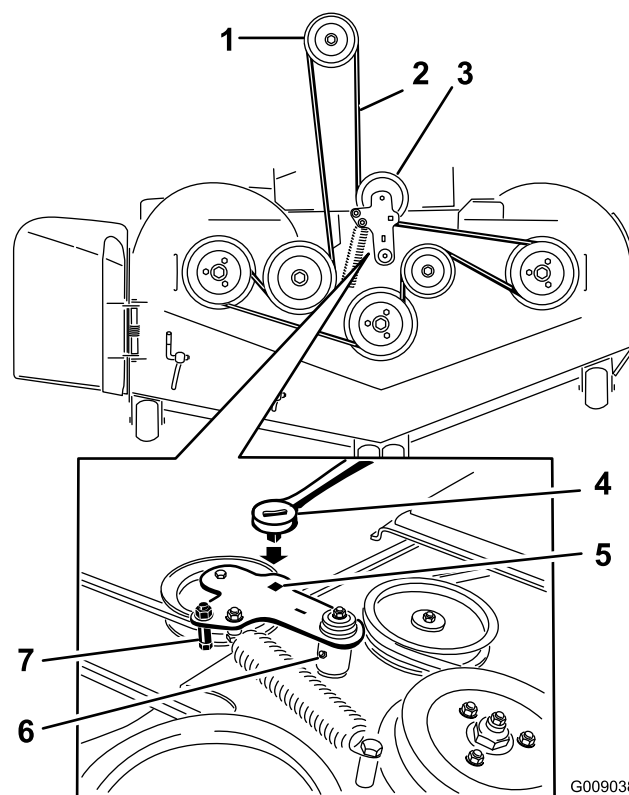

Figure 74
10. Montez le guide de courroie sur le bras de la poulie de tension, comme montré à la Figure 74.
11. Insérez le rochet dans le trou carré et montez le ressort de la poulie de tension (Figure 74).
5. Insérez un rochet dans le trou carré du bras de la poulie de tension pour détendre le ressort de la poulie de tension (Figure 74).
7. Enlevez le guide de courroie situé sur le bras de la poulie de tension rappelée par ressort, comme montré à la Figure 74.
9. Acheminez la courroie neuve autour des poulies du tablier de coupe et de la poulie d'embrayage, sous le moteur (Figure 74).